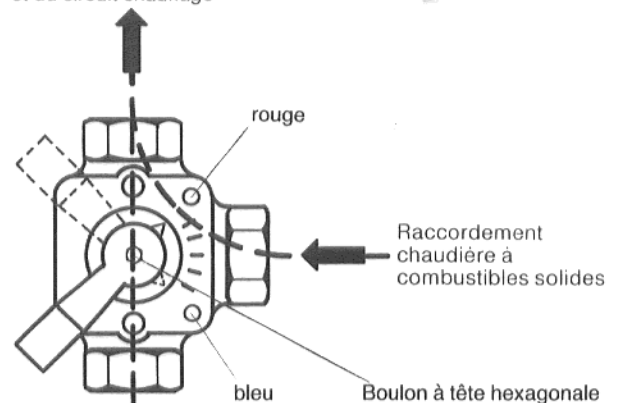

Fig. 20
- Visser la tubulure sur le départ chaudière (Fig. 20).